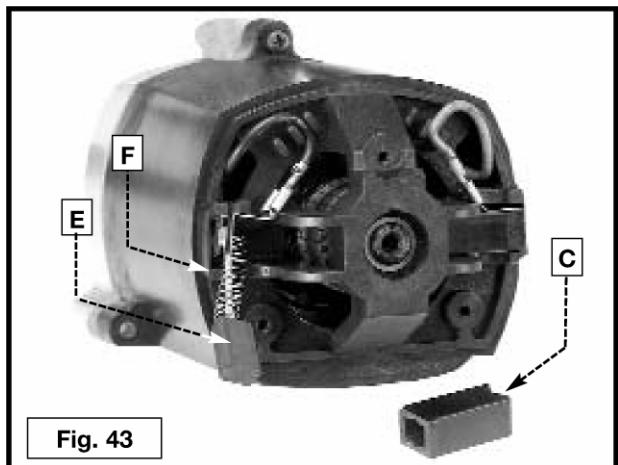

Fig. 43
- 3 A Fig. 43 ilustra uma das escovas (E) removidas do prendedor (C). Quando o carvão em uma das escovas (E) estiver gasto até  $3/16$ " de comprimento ou se uma das molas (F) ou fio de derivação estiver queimado ou de alguma forma danificado, substitua as duas escovas. Se as escovas ainda estiverem em condições de uso após removidas, reinstale-as na mesma posição.